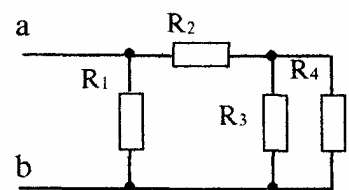

Рис. 2.14.
2.7.19. Визначити R_{ab} , якщо $R_1=10\text{ Ом}$, $R_2=6\text{ Ом}$, $R_3=R_4=8\text{ Ом}$ (Рис. 2.14).